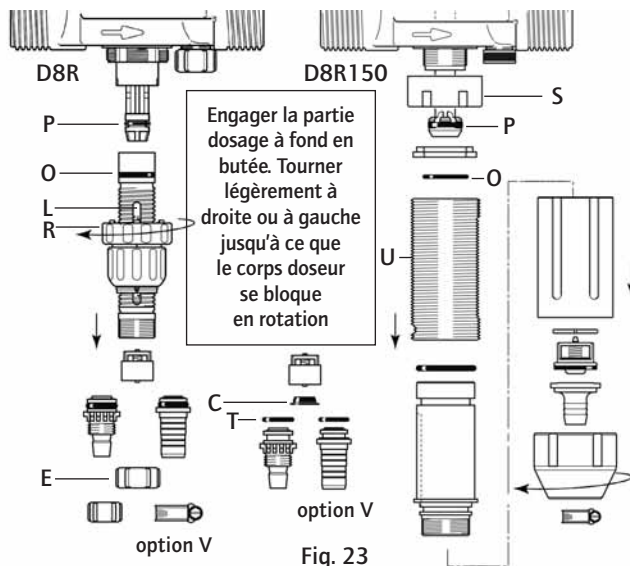

Fig. 23
- Changer le joint du corps doseur (Fig. 23-O) et celui du plongeur (Fig. 23-P).
- Pour le D8R, dévisser l'écrou de maintien du clapet d'aspiration (Fig. 23-E) en prenant garde de ne pas perdre les éléments du clapet, puis changer le joint torique (Fig. 23-T) et le joint de clapet (Fig. 23-C).
- Pour le D8R150, tout en maintenant l'écrou (Fig. 23-S), dévisser la chemise doseur (Fig. 23-U) et tirer vers le bas.
Nota : La réglette de dosage (Fig. 23-L) doit être positionnée face à vous.
- Visser la bague de retenue (Fig. 23-R) jusqu'au blocage.